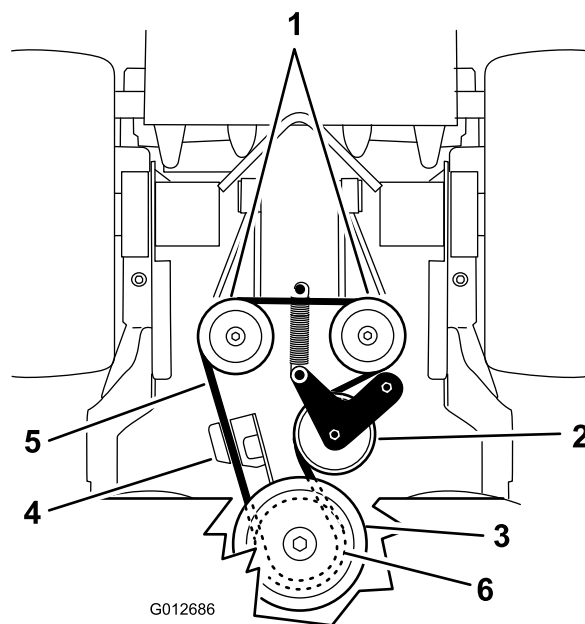

Figura 66
5. Sganciate la molla del tenditore dal telaio (Figura 66).
7. Agganciate la molla del tendicinghia al telaio (Figura 66).